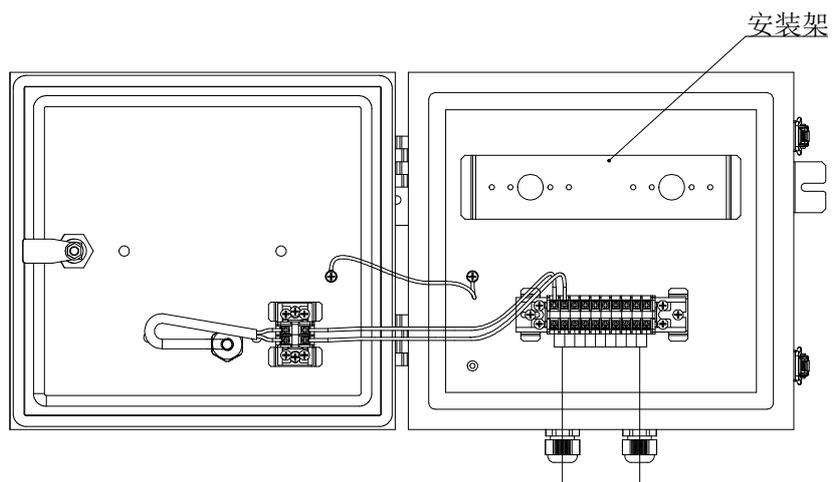
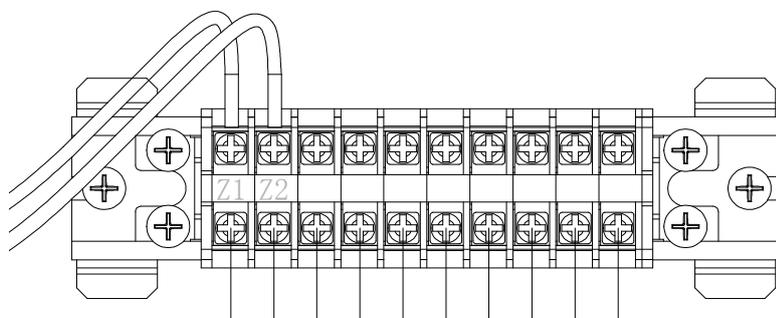

图 3-38
图 3-39
2. 报警综合盘内部接线示意图 3-38 所示。信号总线接入到 Z1Z2 端子上图 3-39 所示, 接线端子最大电压不超过 660V, 最大电流不超过 15A。如需安装继电器或者避雷设备, 需自行配装标准导轨, 标准导轨连同继电器或避雷设备一起固定到安装架上, 内部空间最大可容纳 2 个模块。